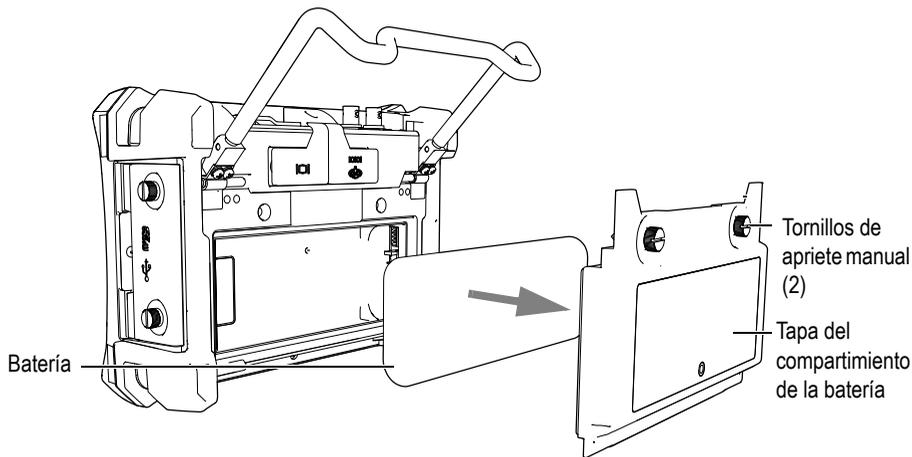

Figura 4-4 Compartimiento de la batería
La batería está alojada en el compartimiento trasero del EPOCH 600 (véase la Figura 4-4 en la página 80).
2. En la parte posterior del equipo, afloje los dos tornillos de apriete manual que aseguran la tapa del compartimiento de la batería (véase la Figura 4-4 en la página 80).